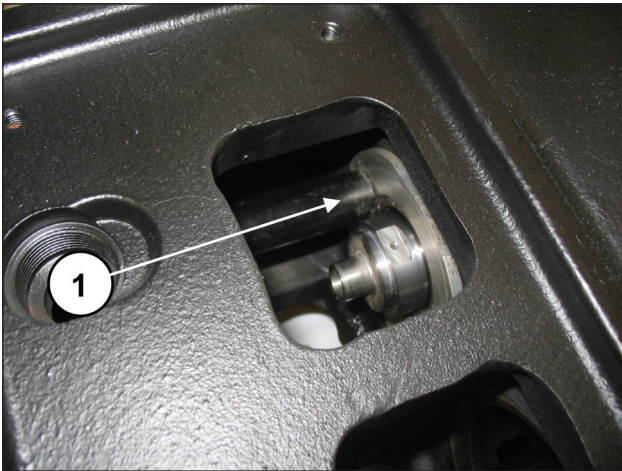
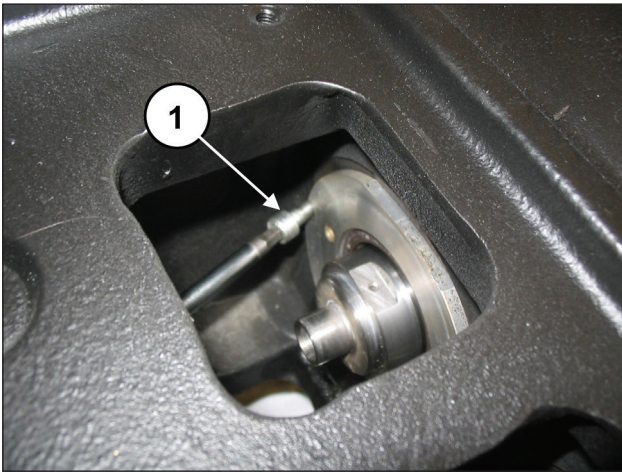

Abb. 177
Abb. 178
Überprüfen Sie den passgerechten Sitz des Deckels (Pos. ①, Abb. 177) und achten Sie darauf, nicht die Dichtlippe des Ölabbstreifings zu beschädigen. Befestigen Sie die Ölabbstreifring-Deckel anhand von 2 Schrauben M6x14 (Pos. ①, Abb. 178).